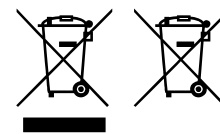

Fig. 1 Fig. 2
4. Le symbole (conteneur de déchets à roues barré représenté sur la figure 1) représenté sur le produit ou sur l'emballage et sur la notice d'emploi indique que l'appareil arrivé à la fin de son cycle de vie doit être soumis à la collecte sélective ;